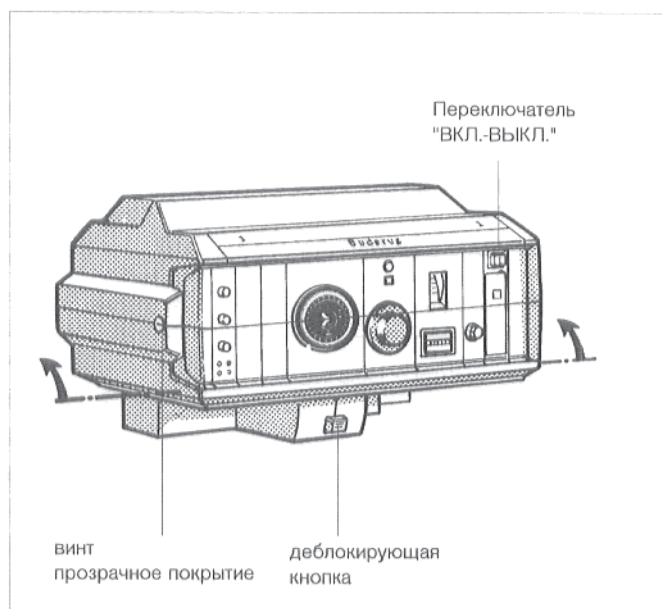

Рис. 40: система регулирования 3000
Установить шлиц крепежного винта, для прозрачного покрытия регулятора, в горизонтальное положение, например, при помощи монеты. Вставить спереди прозрачное покрытие, и установить шлиц винта в вертикальное положение (рис. 40).
Для лучшей обзорности элементов управления регулятора, верхнюю часть возможно устанавливать в двух различных позициях (рис. 40).
Для установки в исходное положение необходимо нажать деблокирующую кнопку (рис. 40).
Установить шлиц крепежного винта, для прозрачного покрытия регулятора (рис. 40), в горизонтальное положение, например при помощи монеты. Снять прозрачное покрытие в направлении вперед.
- Установить переключатель режима работы (рис. 40 и 41) на поз. 0 (ВЫКЛ.).